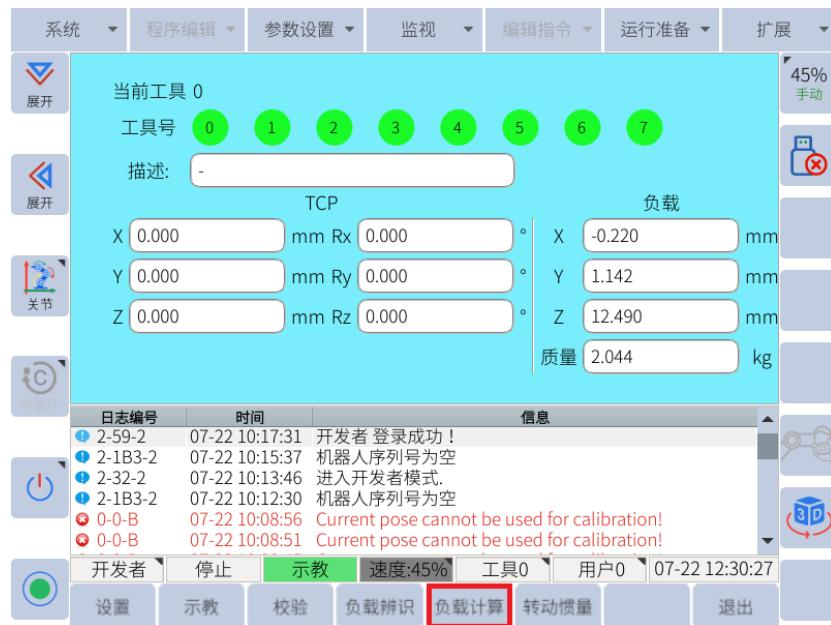

图 6-35：底部菜单栏中的“负载计算”
2. 选择任意一个工具号，点击底部菜单栏中的**负载计算**，进入负载计算界面，如图6-35所示：